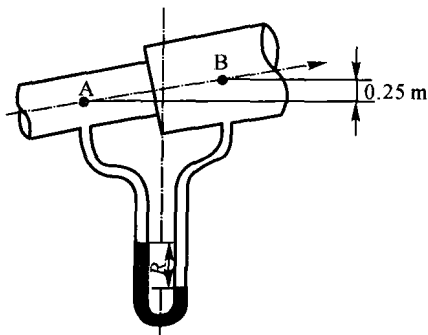

图 1-7
**例题 1.3** 如图 1-7 所示,水以  $20 \text{ m}^3/\text{h}$  的流量从倾斜直管中流过,管内径由  $80 \text{ mm}$  突然扩大至  $160 \text{ mm}$ 。截面 A, B 间连接一 U 形压差计,指示液密度为  $1400 \text{ kg/m}^3$ , 两测压点垂直距离  $\Delta z = 0.25 \text{ m}$ 。若忽略阻力损失,试求:(1) U 形压差计的读数  $R$  及两点压差;(2) 管路 AB 水平放置而流量不变,压差计读数  $R'$  及两点的压差同倾斜放置相比有何变化?